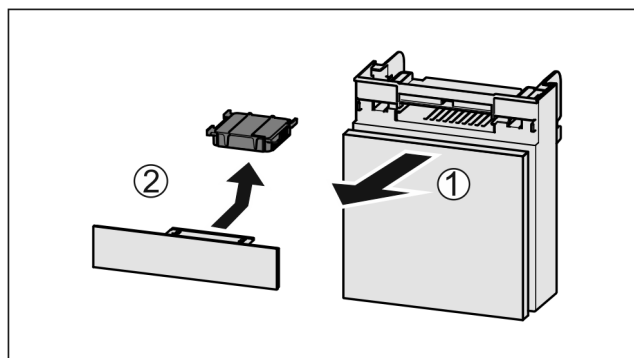

Fig. 185
- Estrarre il vano tirando in avanti Fig. 185 (1).
- Rimuovere il filtro a carboni attivi Fig. 185 (2).